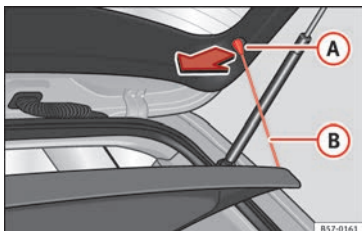

Abb. 159 Im Gepäckraum: Gepäckraumabdeckung aus- und einbauen.
- Hängen Sie die Haltebänder »» **Abb. 159** **B** aus den Aufnahmen aus **A** aus.
- Hängen Sie die Haltebänder »» **Abb. 159** **B** an der Heckklappe ein.